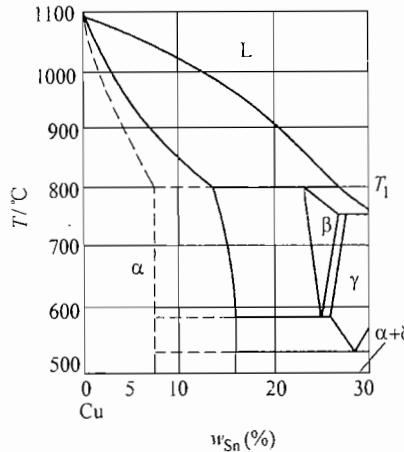

图 19-3 第二题第 7 小题图
(1) 写出三相平衡和四相平衡反应式；
(2) 标出成分为 5% Pb、65% Bi 与 30% Sn 合金所在位置，写出该合金凝固结晶过程，画出并说明其在室温下的组织示意图。
7. (20 分) Cu-Sn 合金相图局部如图 19-3 所示。